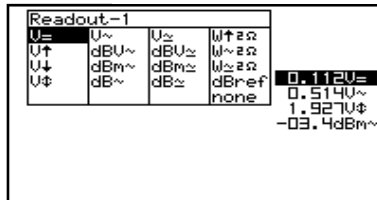

Fig 21
2. Use las teclas en forma de flecha para seleccionar la función deseada para la lectura de medida 1. (fig. 21)